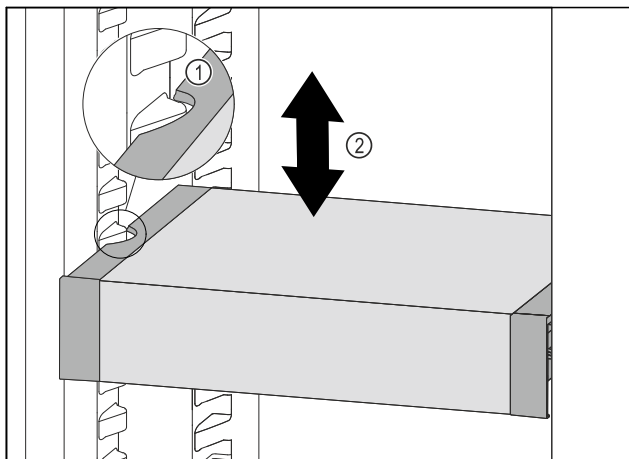

Fig. 243
- Træk VarioSafe fremefter, indtil udsparingerne i siden på VarioSafe er på niveau med beholderribben i kølesektionen. Fig. 243 (1)
- Flyt VarioSafe op eller ned i kølesektionen, indtil den ønskede højde er nået. Fig. 243 (2)